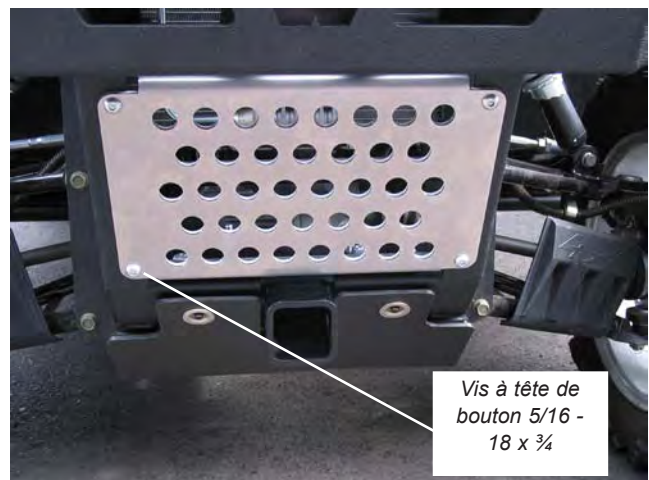

Figure 6
6. Fixez la plaque de grille en aluminium sur le pare-chocs avant, comme l'illustre la Figure 6, à l'aide de quatre vis à tête de bouton 5/16 - 18 x $\frac{3}{4}$, de quatre rondelles de blocage 5/16 et que quatre écrous hexagonaux 5/16-18. Serrez fermement la visserie en place. Serrez les fixations au couple de serrage recommandé de 10,8 Nm (8 pi-lb).